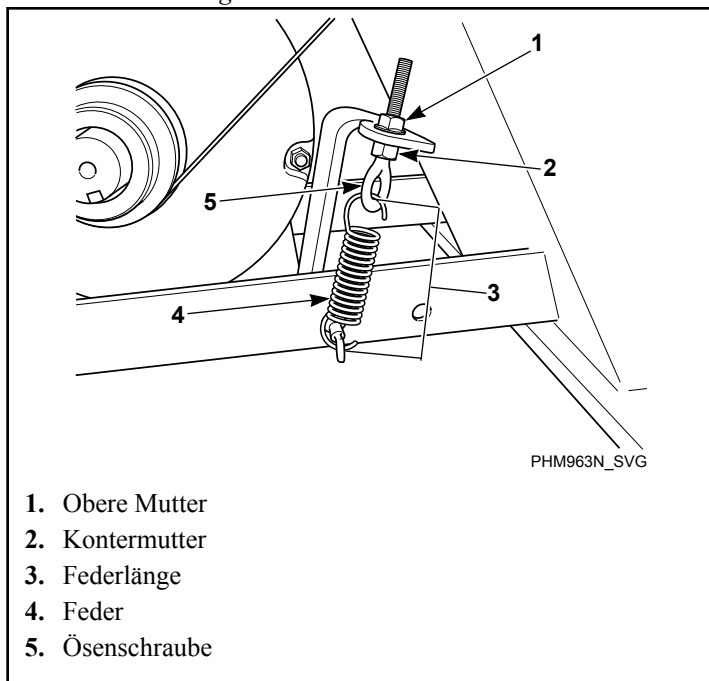

Abbildung 53
- **Frequenzmessung.** Mutter der oberen Ringschraube anziehen, bis die richtige Frequenz (siehe *Tabelle 6*) in der Feldmitte erreicht ist. Kontermutter mit $20,6 \pm 2$ ft.-lbs. ($28 \pm 2,7$ Nm) auf die Spannfeder drehen. Siehe *Abbildung 53*.
- **Spannungsmesser.** Mutter der oberen Ringschraube anziehen, bis die richtige Riemen-spannung (siehe *Tabelle 6*) in der Feldmitte erreicht ist. Kontermutter mit $20,6 \pm 2$ ft.-lbs. ($28 \pm 2,7$ Nm) auf die Spannfeder drehen. Siehe *Abbildung 53*.
- **Federlänge.** Die obere Mutter der Ösenschraube festziehen, bis die Feder den korrekten Abstand zwischen den Haken misst. Siehe *Tabelle 41*. Kontermutter mit $20,6 \pm 2$ ft.-lbs. ($28 \pm 2,7$ Nm) auf die Spannfeder drehen. Siehe *Abbildung 53*.
- **Beim Entfernen des Riemen-spannung aufrechterhalten.** Wenn die richtige Spannung erreicht wurde, die Kontermutter mit Klebeband befestigen und die obere Ringbolzenmutter lockern, um den Riemen zu lösen. Den Riemen wieder anbringen und die Ringbolzenmutter wieder an der Kontermutterposition anziehen. Siehe *Abbildung 53*.